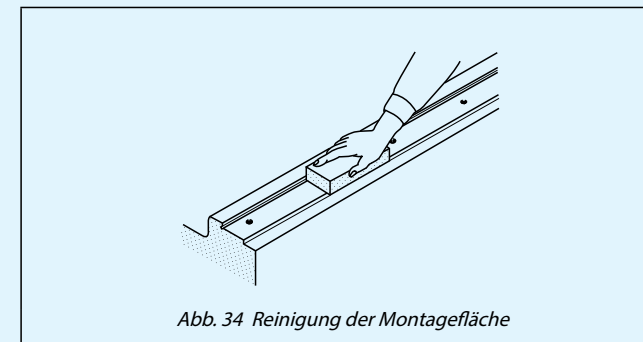

Abb. 34 Reinigung der Montagefläche
- Mithilfe eines Abziehsteins o. ä. müssen Grate und Schmutz von den Montagepassflächen und Montageflächen der Maschine oder Anlage, auf der das Umlaufmodule montiert werden soll, entfernt und die Oberflächen dann mit einem sauberen Tuch nachgewischt werden (siehe Abb. 34).